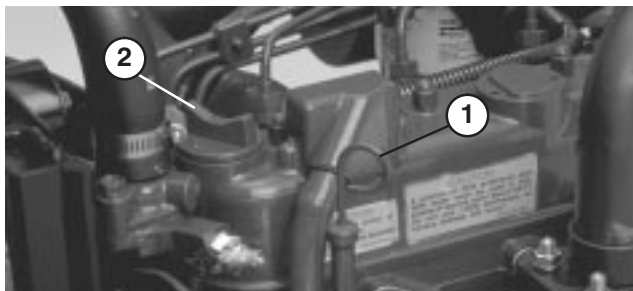
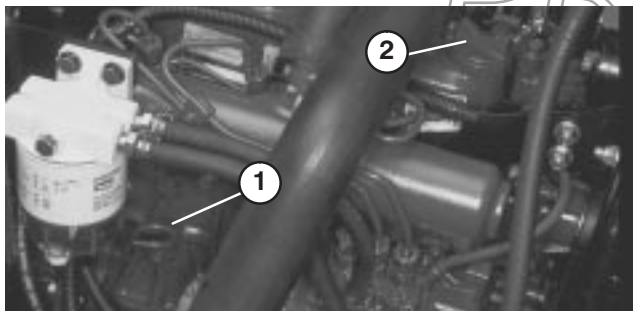

Figure 14
Figure 15
2. Sortez la jauge, essuyez-la sur un chiffon propre et remettez-la en place. Sortez la jauge et vérifiez le niveau d'huile. Il doit atteindre le repère du plein (FULL) sur la jauge (Reelmaster 5200 – Fig. 14, Reelmaster 5400 – Fig. 15).